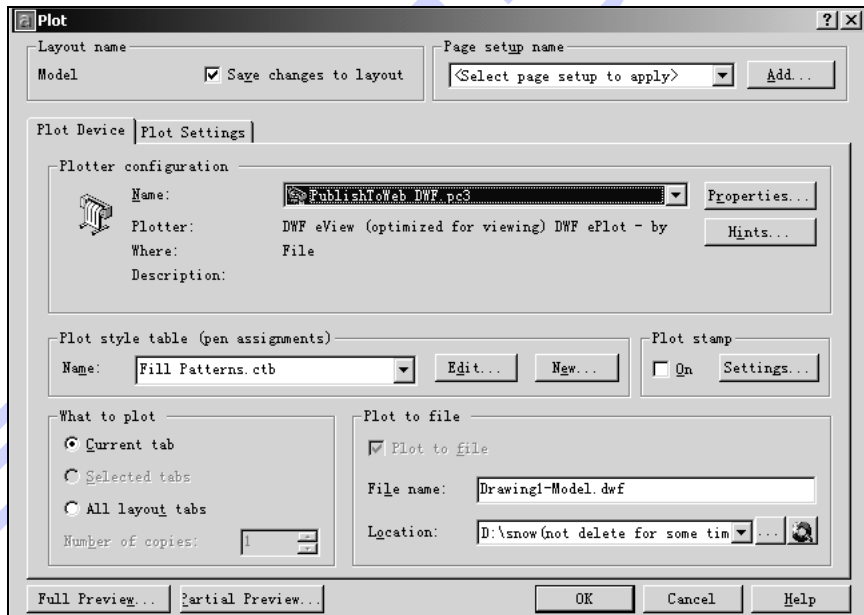

图 10-24 Plot Device 选项卡
(2) Plot Device 选项卡。在如图 10-24 所示的 Plot Device 选项卡中，Plotter configuration 框架和 Plot style table (pen assignments) 框架与 Page Setup 对话框内的完全相同，其他的框架及按钮介绍如下：